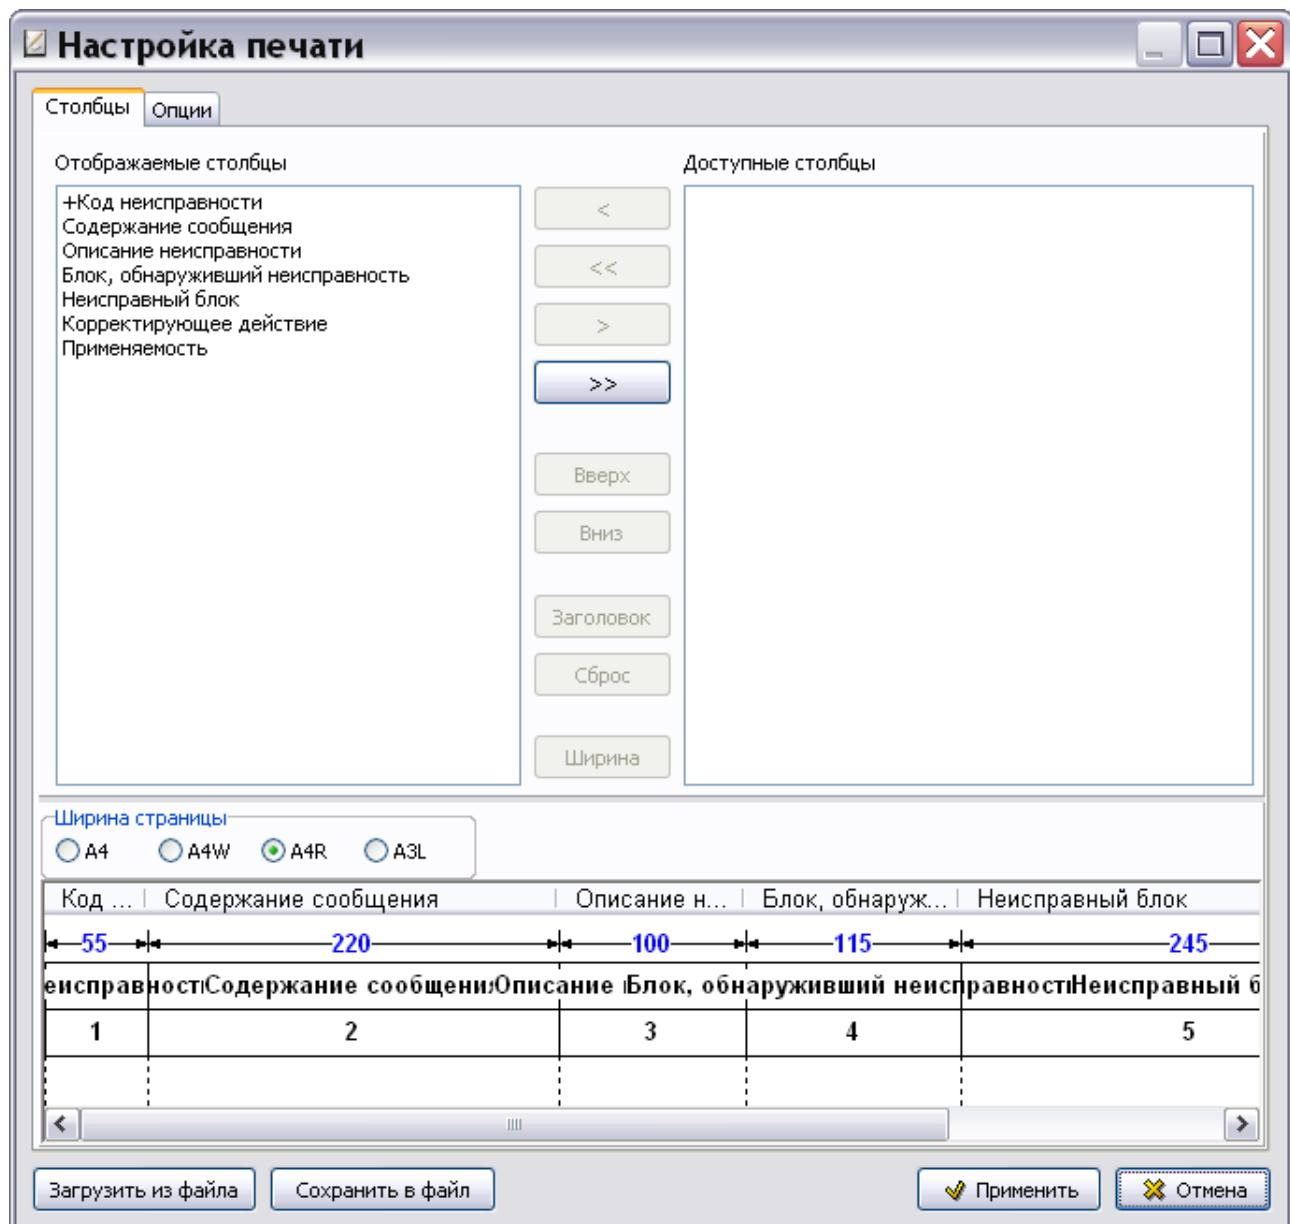

Рис. 3.59
5. Нажмите на кнопку . После этого откроется окно **Настройка печати** (Рис. 3.59).